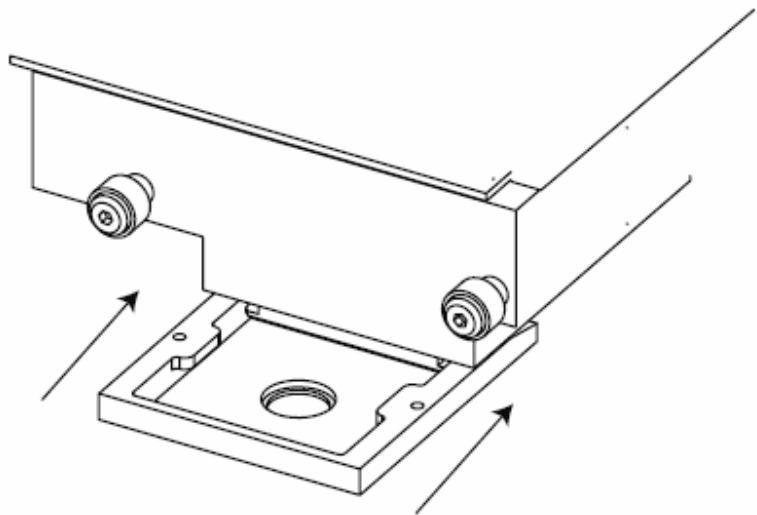

Abbildung 21. Einsetzen der optischen Lochmaske.
9. Setzen Sie die Lochmaske zurück auf den Messkopf. Richten Sie die Maske mit dem Messkopf aus und führen Sie die Maske vorsichtig zurück auf den Messkopf (Abb. 21).